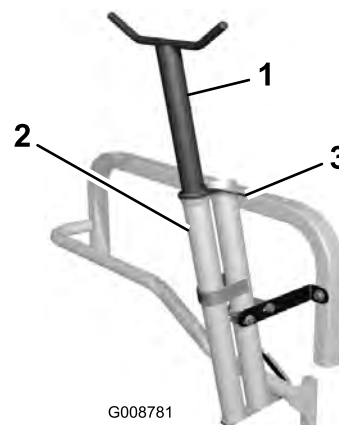

Figura 10
4. Introduzca el tubo del recogemangueras en el tubo de accesorios, enganchando la anilla en el otro tubo de accesorios (Figura 10).